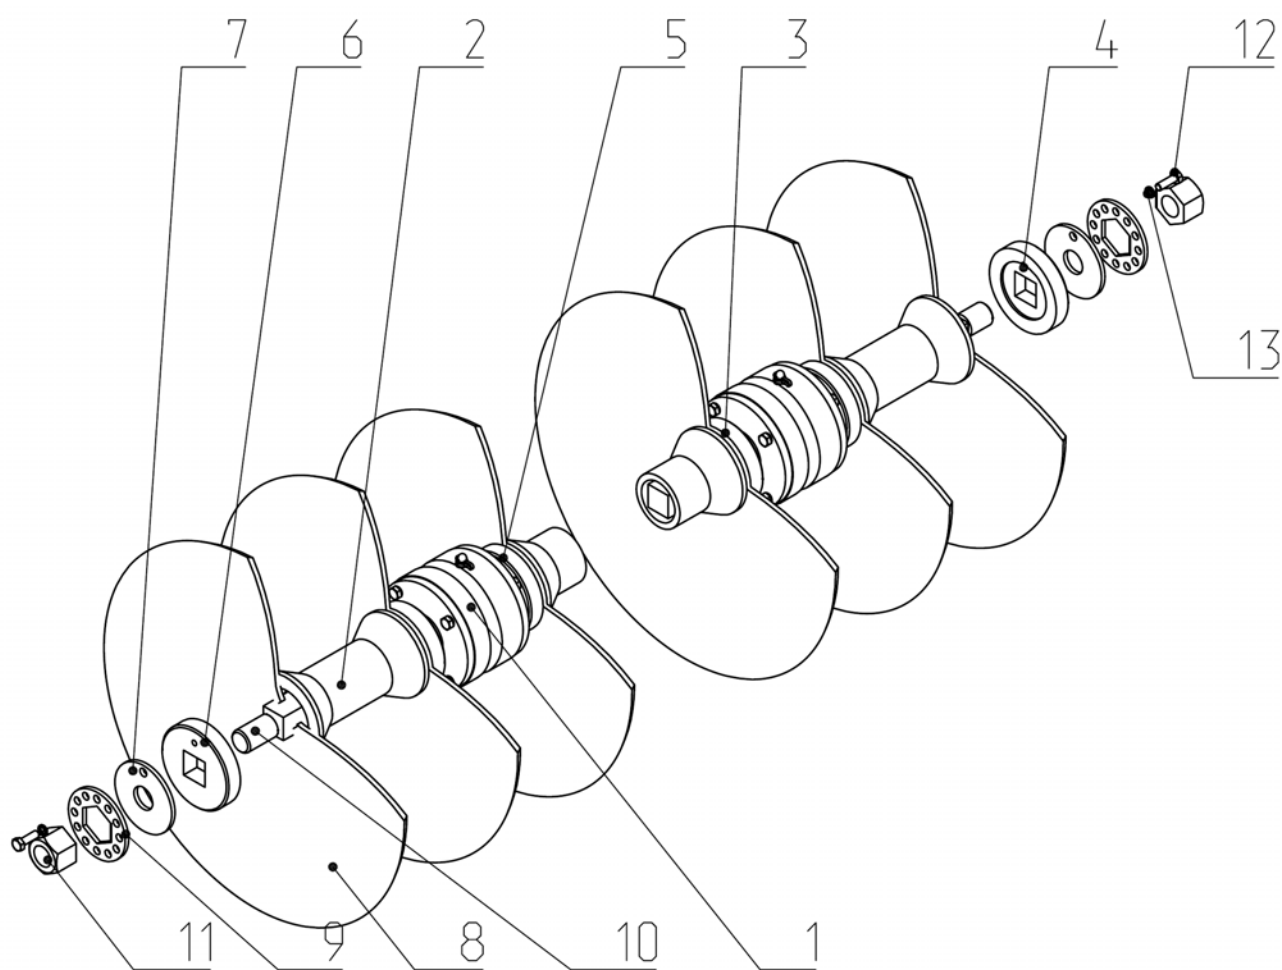

Рис.11. ЛДГ 02.020-01 Батарея в сборе левая.
2.26. Батарея в сборе (Рис. 11) состоит из набора дисков 8 в количестве 9 шт. Диски набраны на оси 10. Между ними расположены шпульки 2 и упоры 3, 4, 5 и 6. Стягиваются диски гайками 11. От самопроизвольного откручивания гаек, применяются шайбы 9.